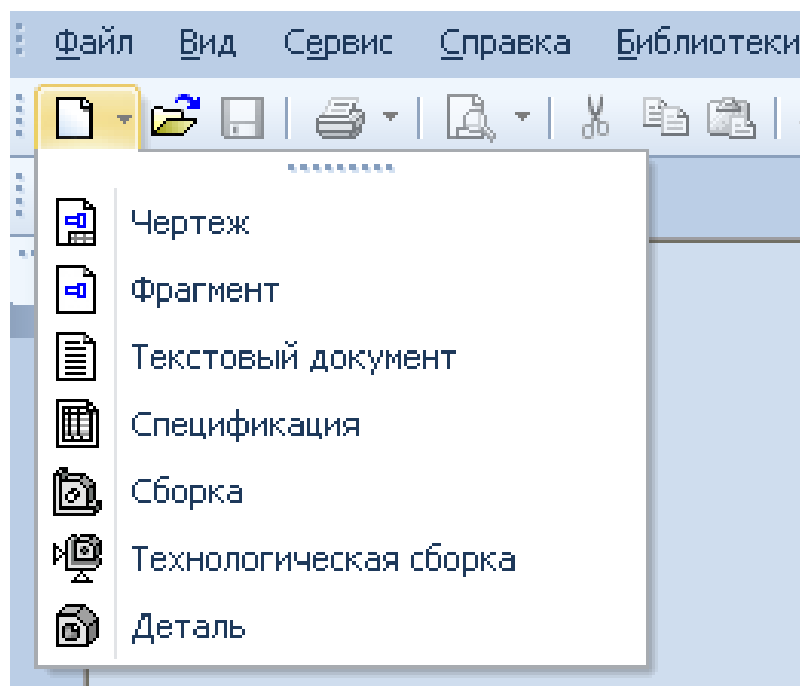

Рис. 2.3.2
1. Створіть новий документ **Чертеж** за допомогою кнопки **Создать**  на **Панелі інструментів** або через пункт меню **Файл** > **Создать** > **Чертеж** (рис. 2.3.2, 2.3.3).